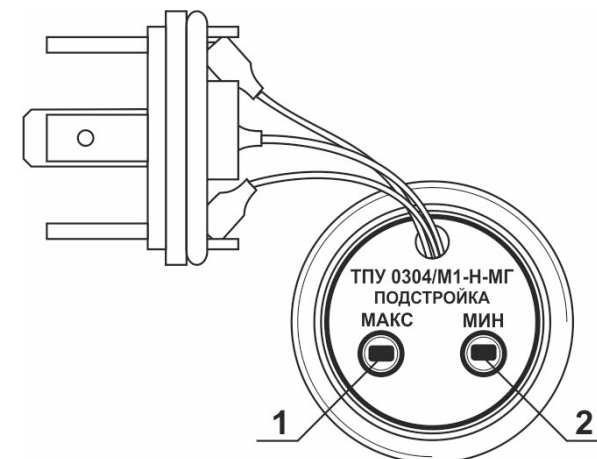

Рисунок 2.2 - Внешний вид ТПУ 0304/M1-Н с ТС-МГ/1 со снятым разъемом
2.3.9. Термопреобразователи ТПУ 0304/М1-Н с ТС-МГ/1 имеют неразборную конструкцию. Для доступа к кнопкам «МАКС» и «МИН» необходимо открутить разъем (см. рис. 2.2).